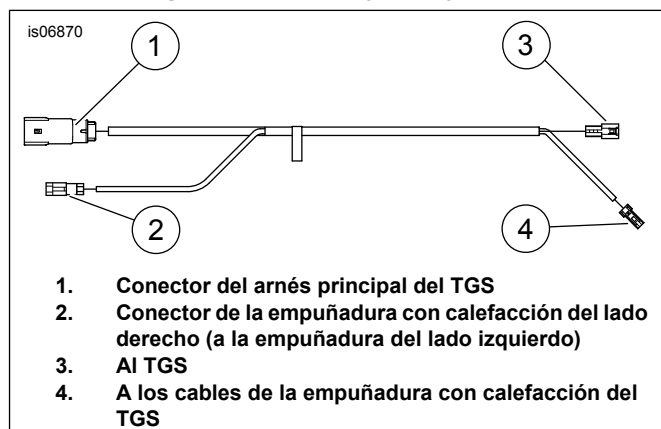

Figura 3. Arnés de puente del TGS
4. Ver Figura 3 . Sujete el **NUEVO** arnés de puente del TGS al TGS.
- a. Conecte el conector (3) al arnés del TGS.
- b. Conecte el conector (4) al conector de la empuñadura con calefacción.